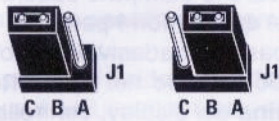

Fig.28 Dovrete collocare il ponticello di cortocircuito sui terminali C-B per tarare il Quarzo e sui terminali B-A quando avrete completato la taratura.
Fig.26 Schema pratico dello stadio base. I tre terminali dei connettori BNC vanno saldati direttamente sulle piste d'ingresso del modulo in SMD, non dimenticando di saldare il loro corpo metallico alla massa del circuito stampato in SMD. Nel piccolo connettore J1, posto sotto alla morsettiere a 4 poli, dovrete innestare il ponticello di cortocircuito (vedi fig.28).
- Ruotate i due compensatori **C12-C13** a metà corsa, ponete il **ponticello** di cortocircuito sul connettore **J1** nella posizione **B-A** (vedi fig.28), poi accendete il frequenzimetro. Se vedete che il **diodo led** del **gate** posto sulla sinistra **lampeggia**, avrete la certezza che tutto funziona regolarmente.
- Inserite il **ponticello di cortocircuito** che troverete nel kit negli **spinotti C-B** del connettore **J1** (vedi fig.28).